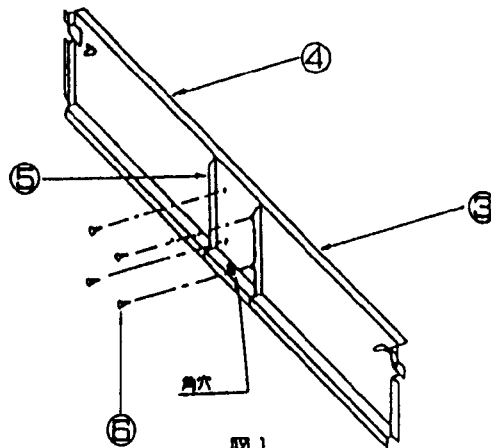
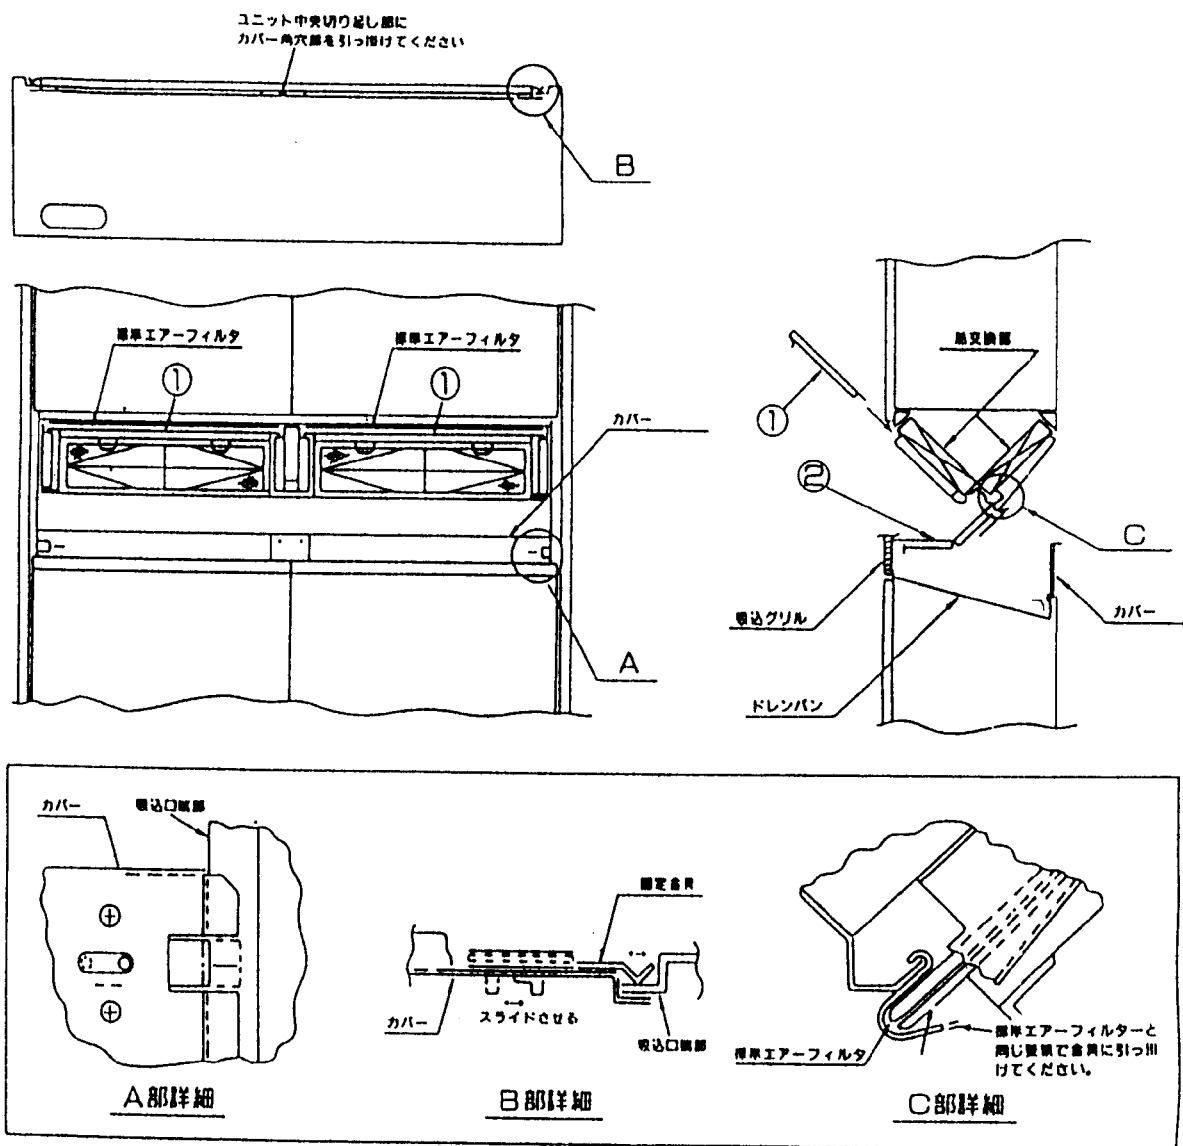

図1 カバー組立
図2
- ① カバーを図1の様に組立ててください。
- ② 本体吸込グリルを取りはずしてください。
- ③ カバーを後面吸込口のドレンパン上に取付けてください。(図2)
- ④ フィレドンフィルタを図2の様に標準エアフィルタにだき合わせて装着してください。